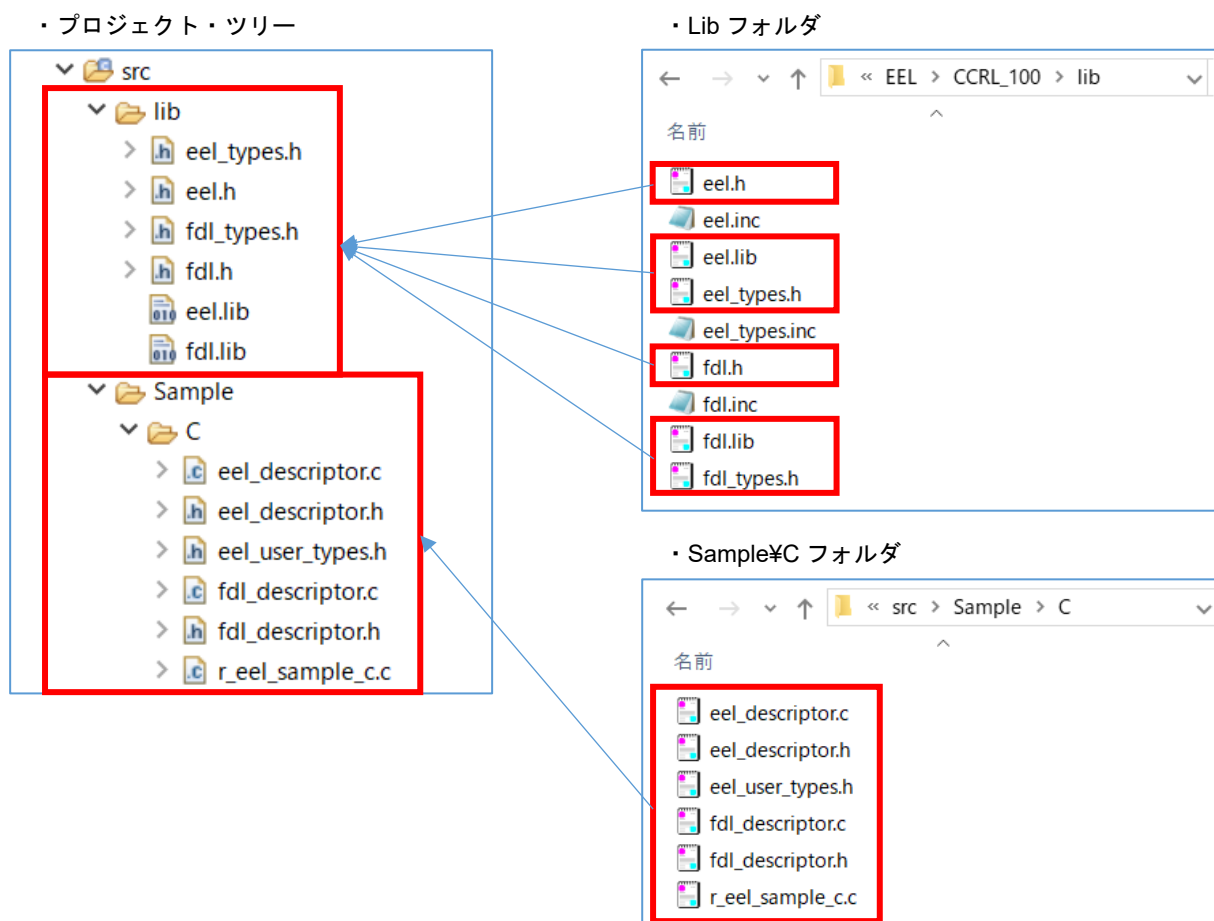

図 6-14 ソース、インクルードファイルの登録(CC-RL)
(1) ソース、インクルードファイルの設定
- CC-RL では、e² studio が出力する"src"フォルダに"eel.h", "eel_types.h", "eel.lib", "fdl.h", "fdl_types.h", "fdl.lib"を登録します。また、ディスクリプタファイル"eel_descriptor.c", "eel_descriptor.h", "eel_user_types.h", "fdl_descriptor.c", "fdl_descriptor.h"とサンプルプログラムファイル"r_eel_sample_c.c"を登録してください (図 6-14)。